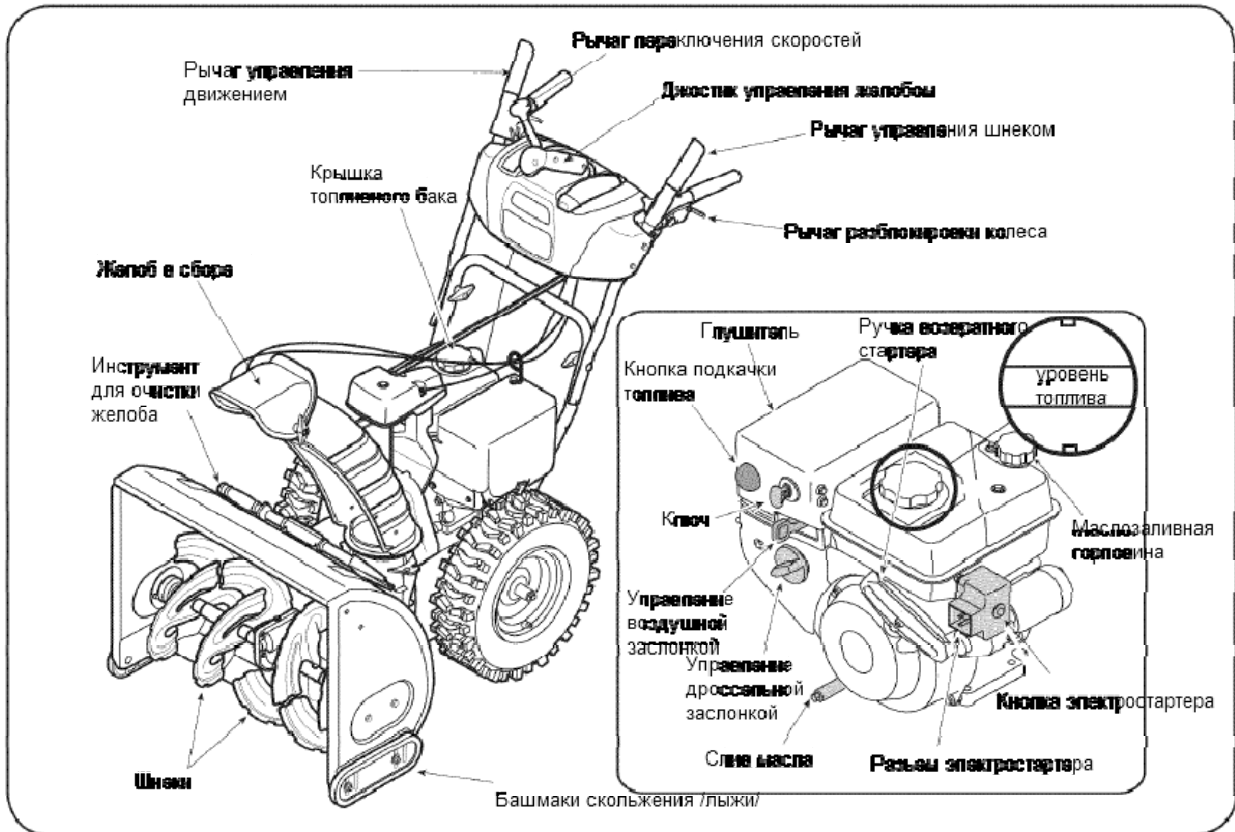

Рис. 15
Теперь, когда Вы подготовили снегоочиститель к эксплуатации, важно изучить систему его управления. (См. Рис. 15).
2. Индикатор уровня горючего расположен в топливном баке см. дополнительную вставку на Рис. 15. Наполняйте бак до тех пор, пока уровень топлива не дойдет до уровня индикатора, оставляя место для расширения топлива при нагреве.